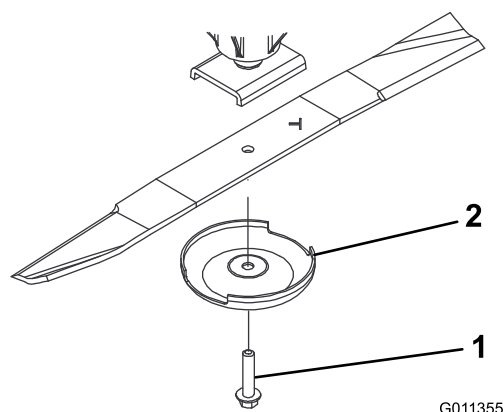

Figura 73
3. Retire o parafuso da lâmina, o recipiente antidanos e lâmina do eixo (Figura 73).